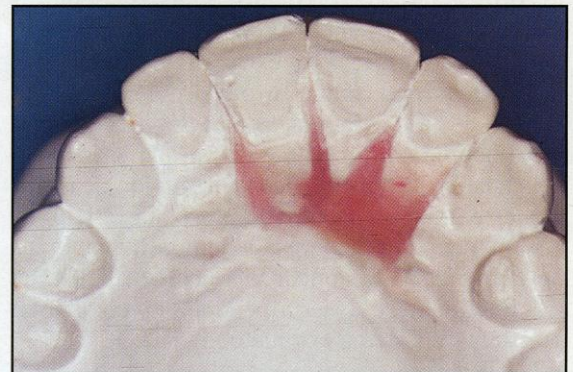

Fig. 2 La predeterminación de los dientes a corregir en el modelo de escayola.
1. Corrija la posición individual de los dientes que desee en el modelo de trabajo (Fig. 2).